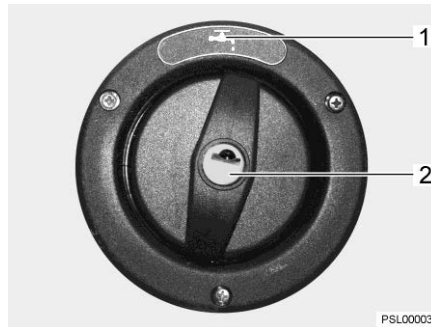

Bild 167 Verschlussdeckel für Trinkwasser-Einfüllstutzen
Der Trinkwasser-Einfüllstutzen ist mit dem Symbol "☕" (Bild 167,1) gekennzeichnet. Der Verschlussdeckel wird mit dem Schlüssel für die Außenklappenschlösser geöffnet und verschlossen.
- Schlüssel in Schließzylinder (Bild 167,2) stecken und eine viertel Umdrehung entgegen dem Uhrzeigersinn drehen.